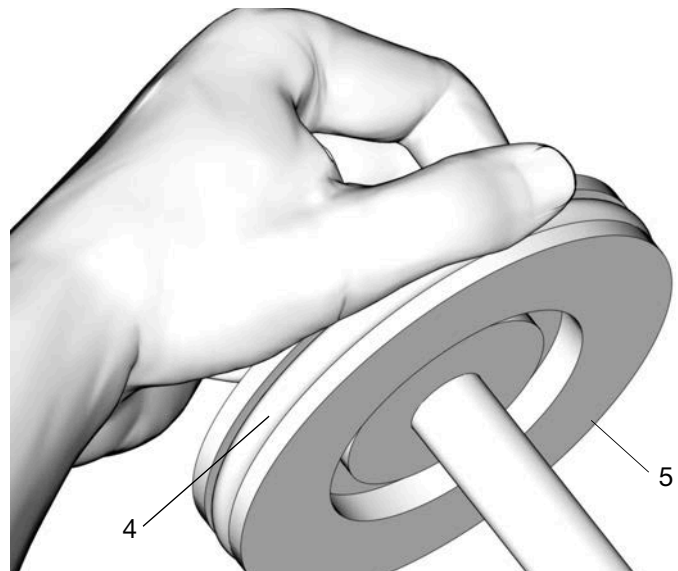

FIG. 32
8. Appliquez une fine couche de graisse sur le joint de piston (4). Placez le joint autour du piston (5), comme illustré à la FIG. 32.